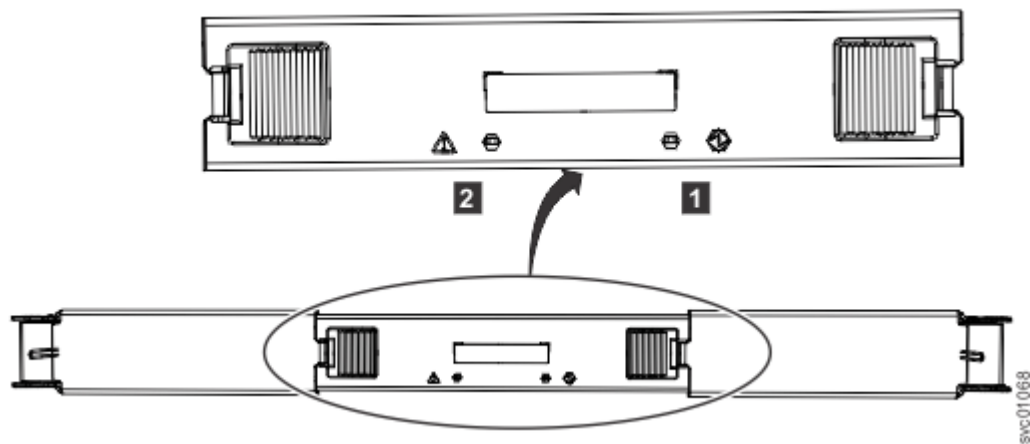

图 87. 辅助扩展器模块上的指示灯
2. 识别要更换的辅助扩展模块；第 68 页的图 87 显示了辅助扩展器模块顶部的指示灯。